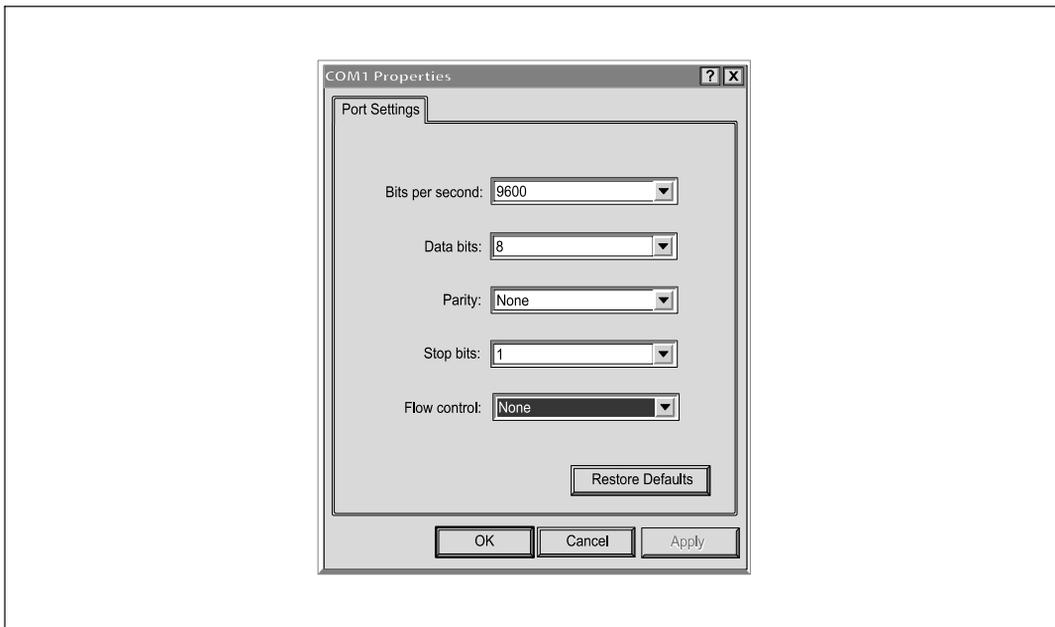

Figura 6. Establecer la Configuración del Puerto
- 4 Establezca la línea de serie en **9600 baudios, 8 bits de datos, sin paridad, 1 bit de parada, sin control de flujo** (consulte la Figura 6).